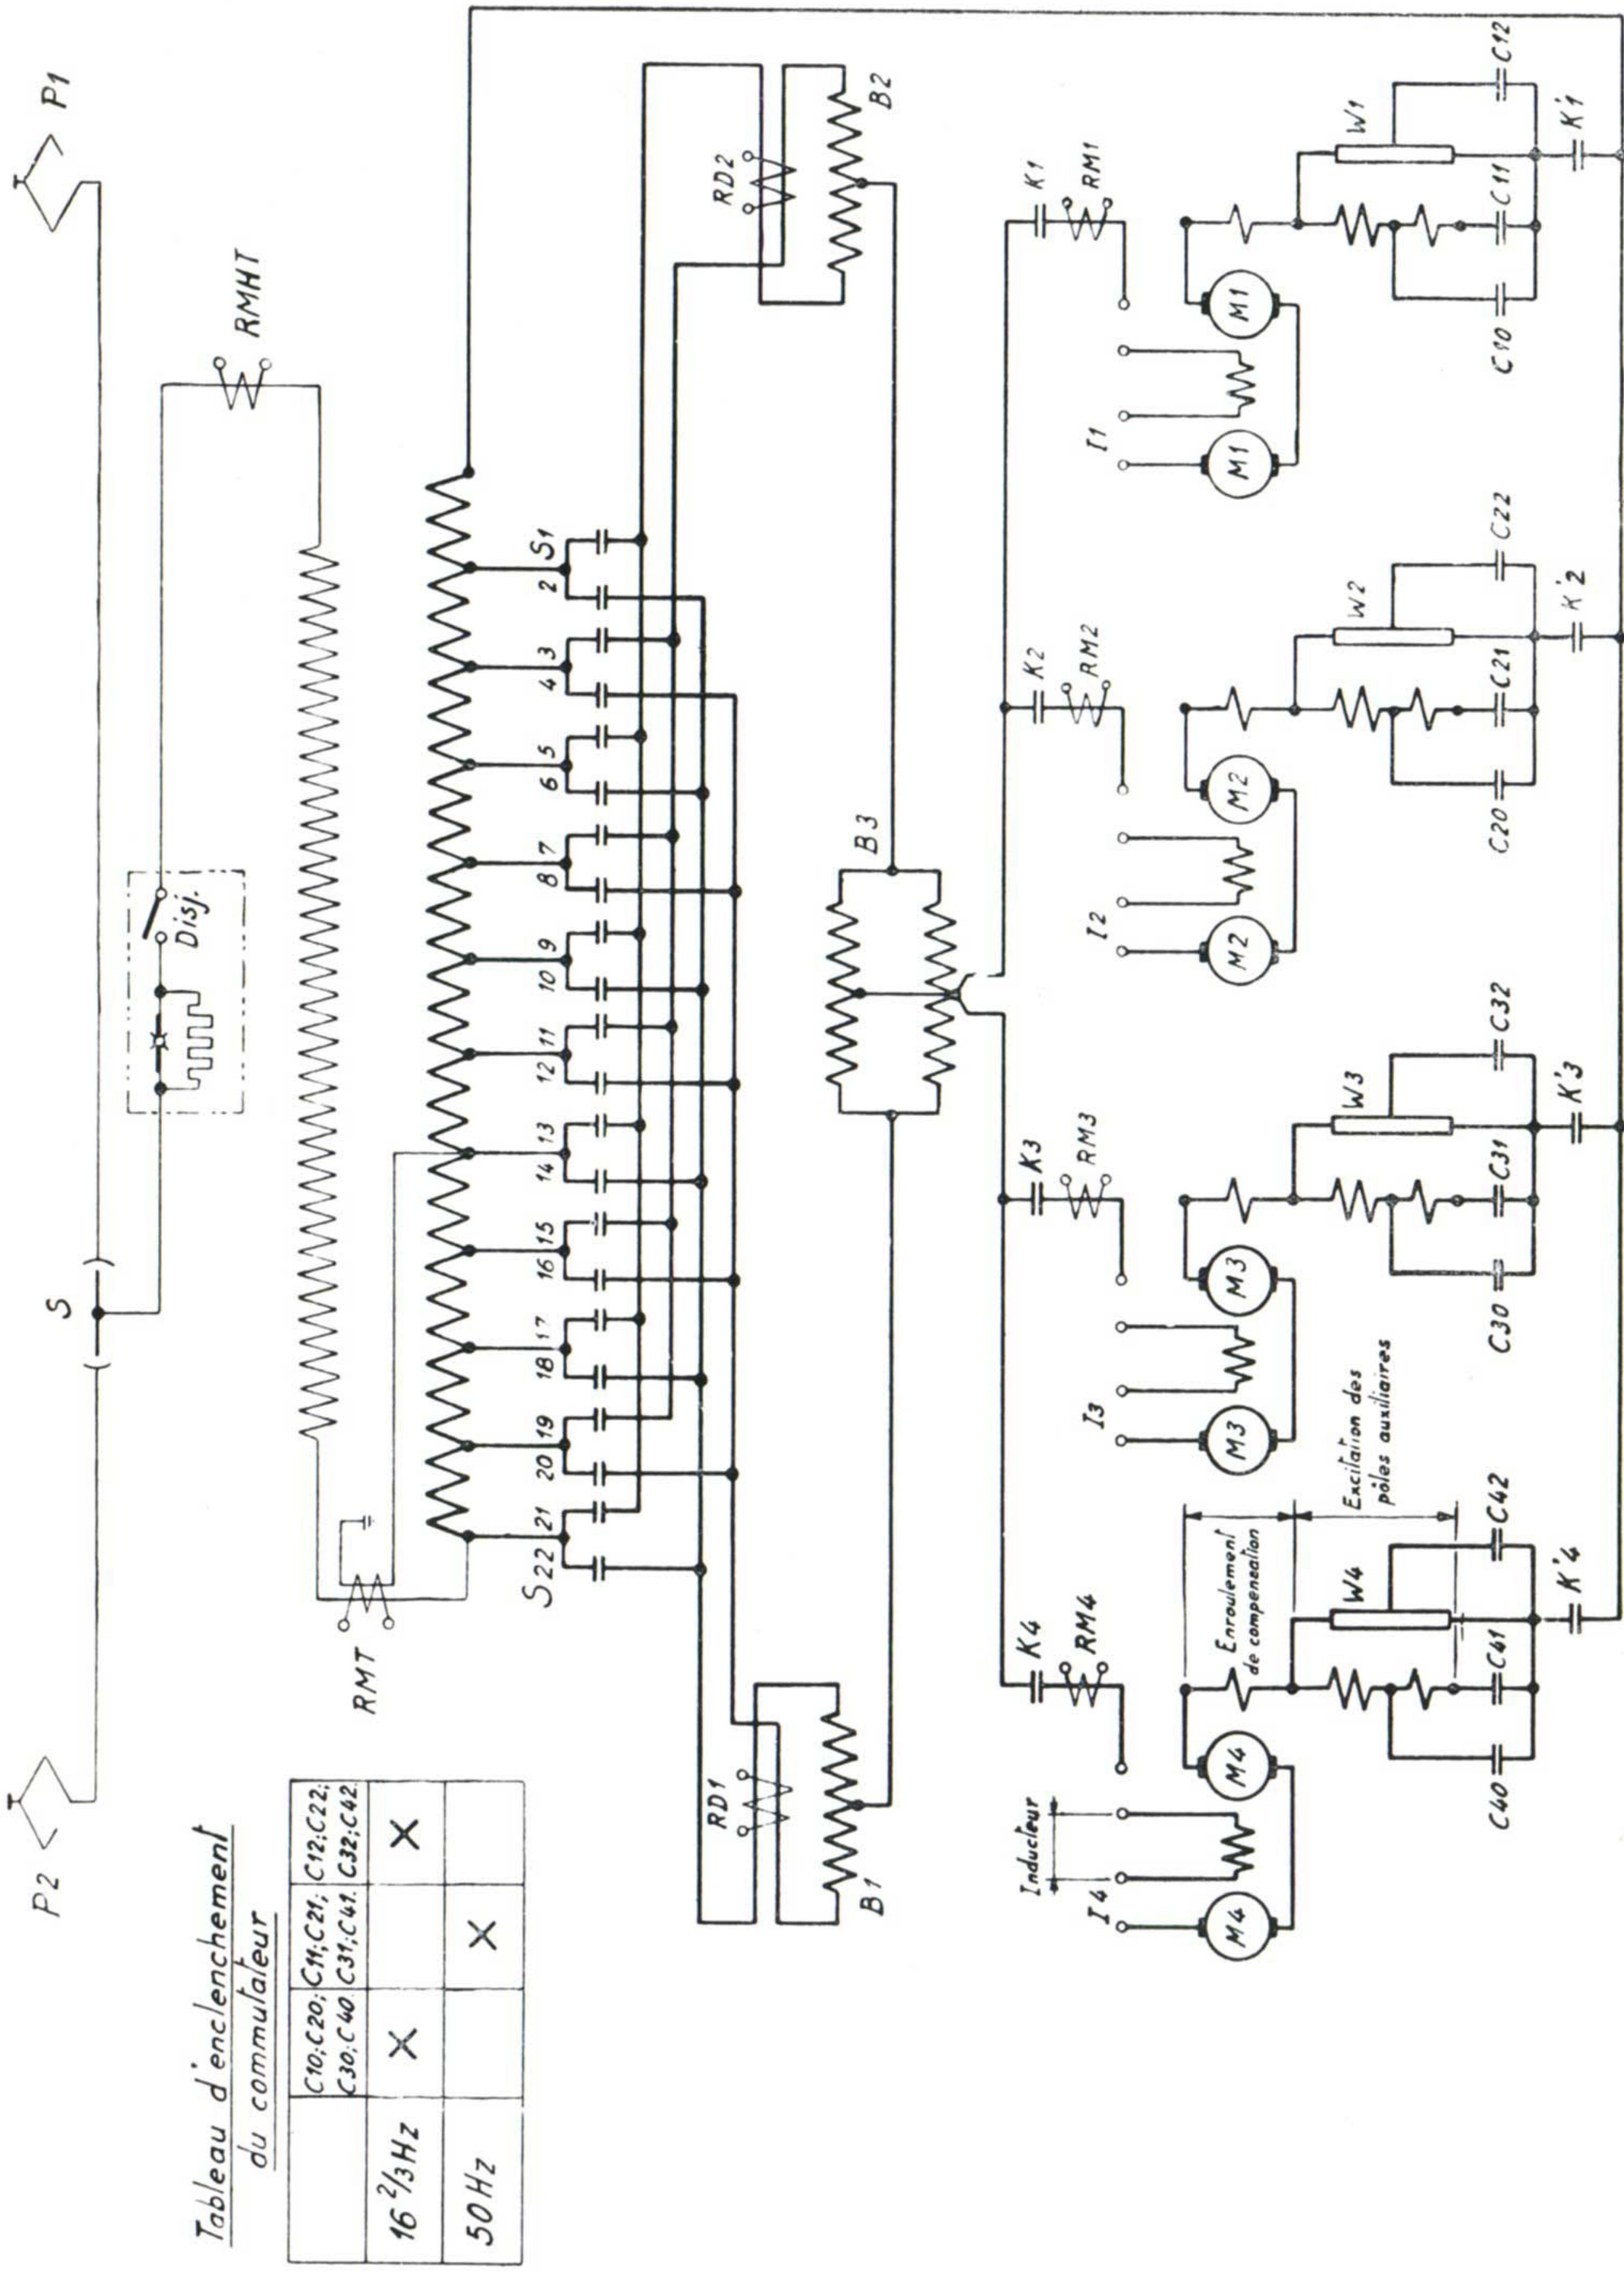
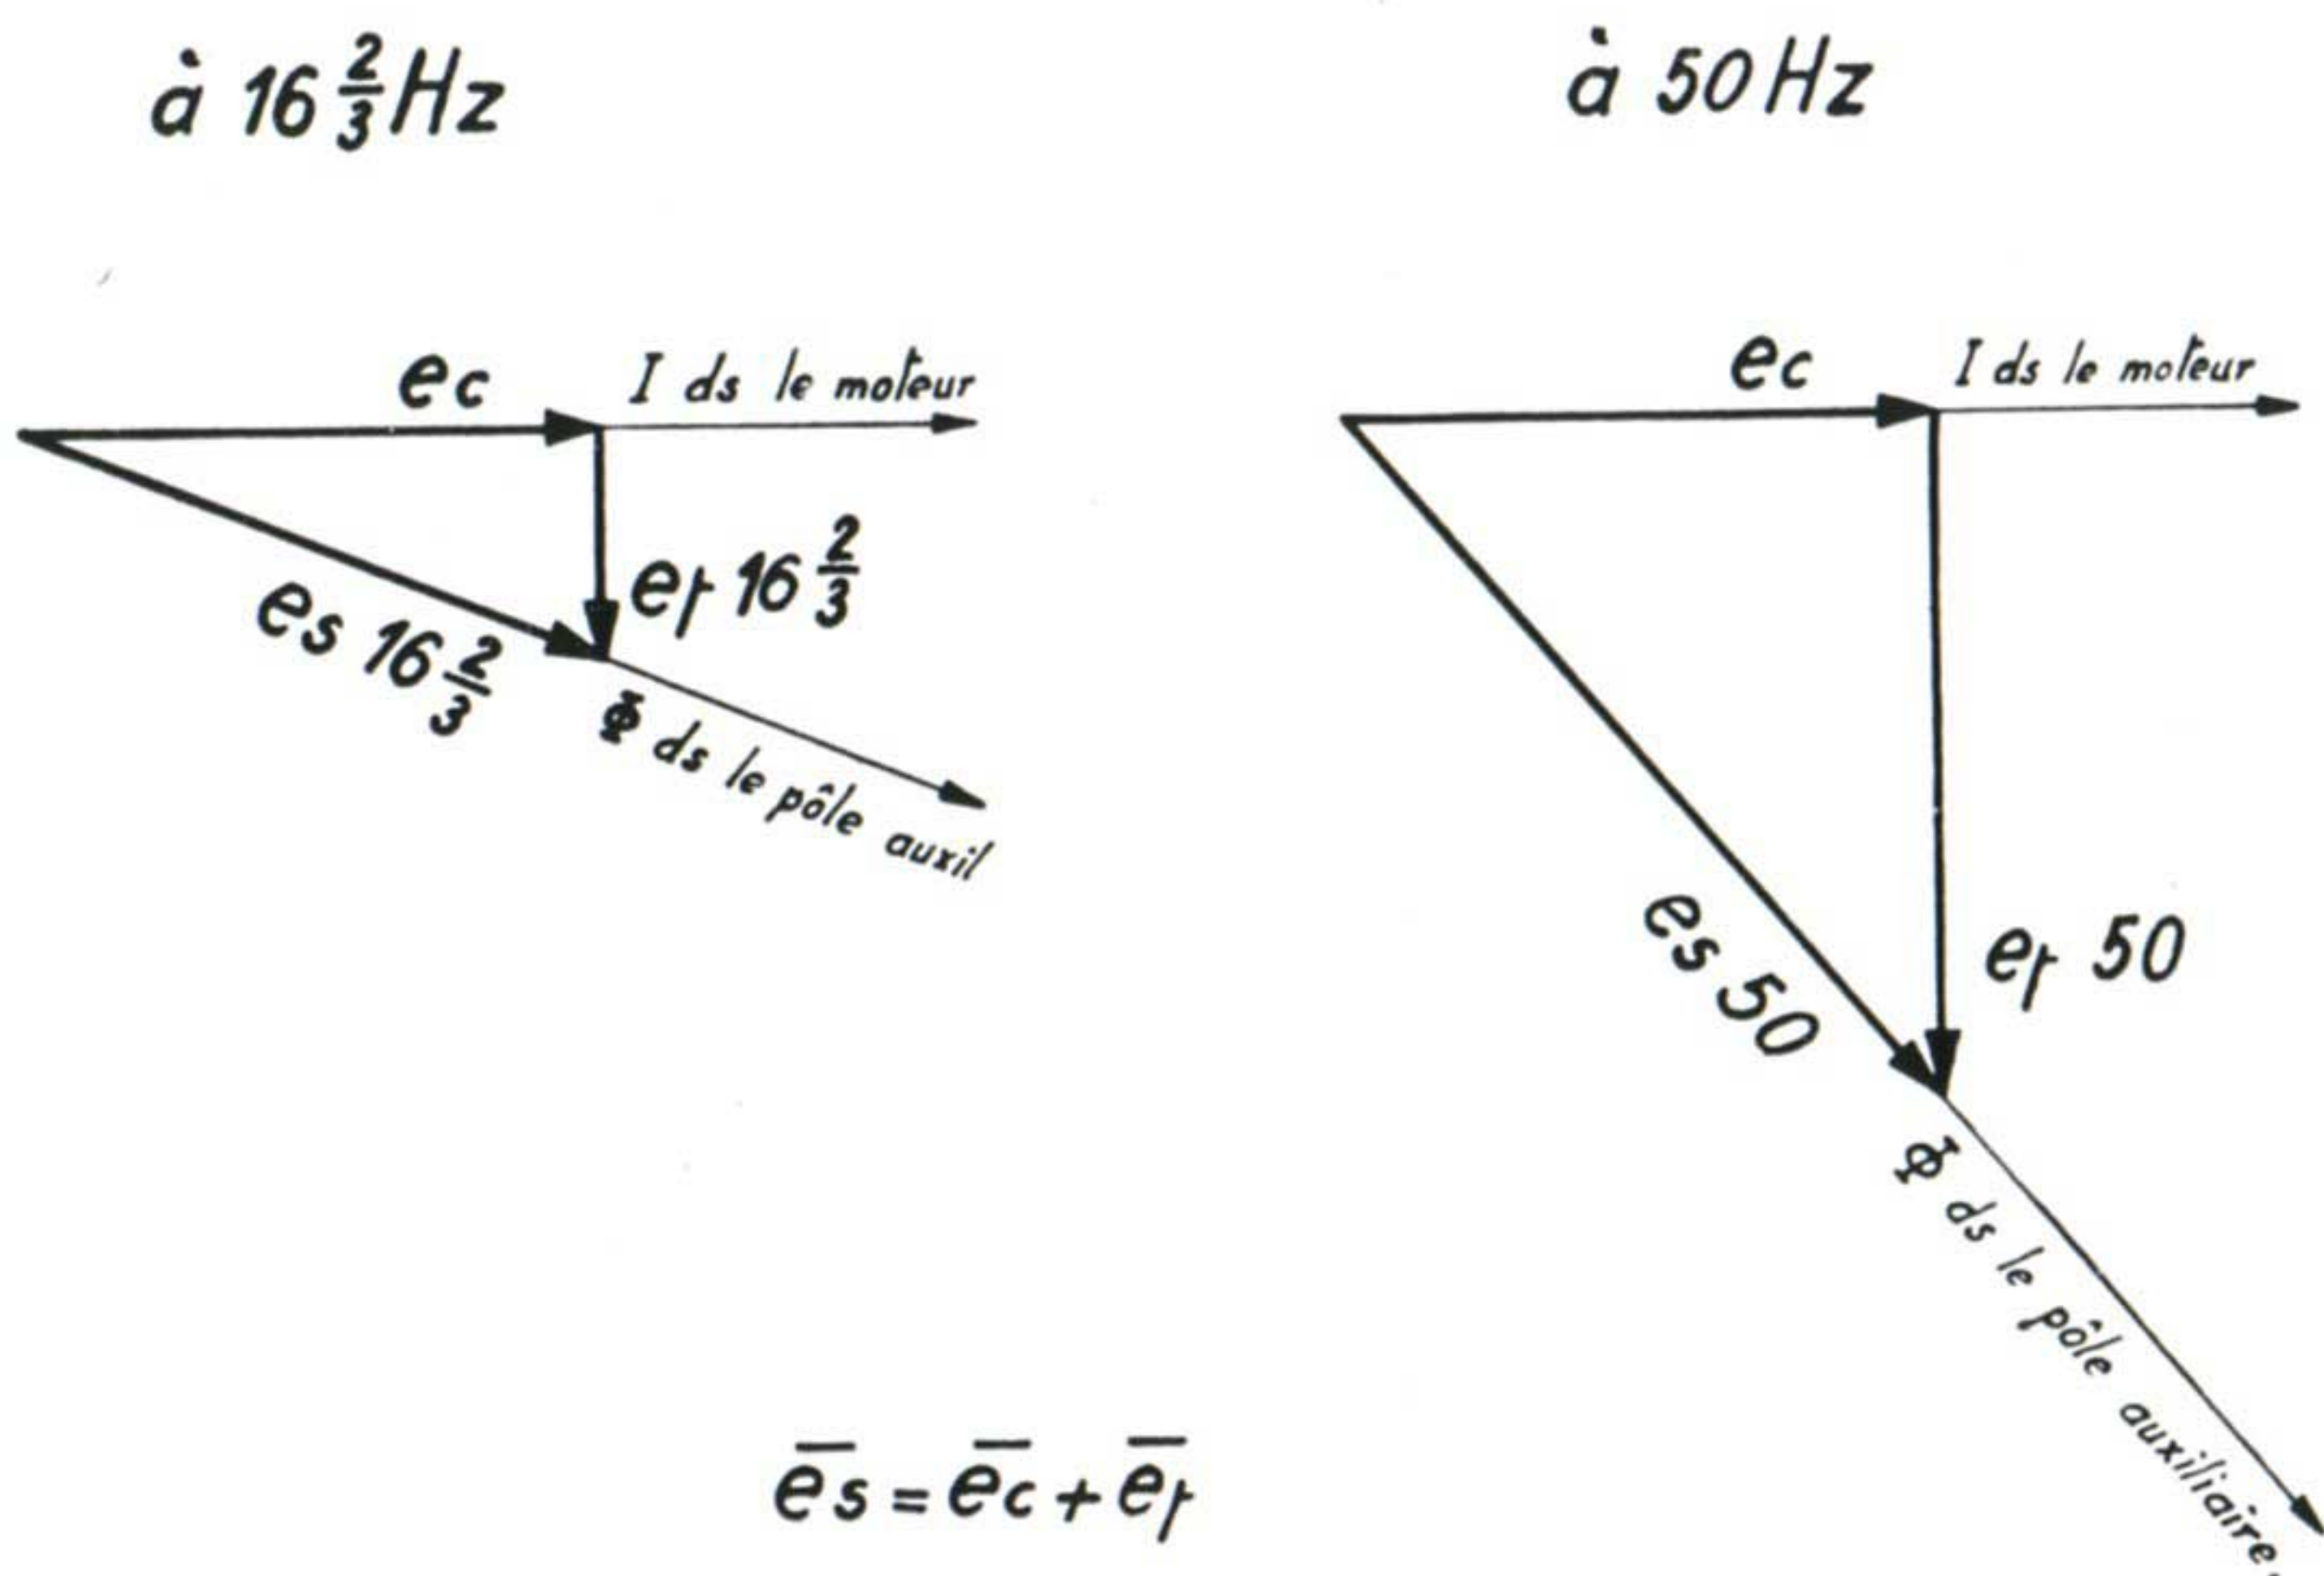

Figure 5. — Schéma des circuits de puissance de la locomotive autrichienne bifréquence E 1051 — Voir légende page suivante. (Cliché A.I.M.)
Figure 6. — Diagramme des tensions de commutation d'un moteur série monophasé aux fréquences $16 \frac{2}{3}$ Hz et 50 Hz. (Cliché A.I.M.)
c'est-à-dire par un réglage basse tension (fig. 5).
s'opposant à la *tension de transformation* résultant de la pulsation du flux du pôle principal (fig. 6). La somme de ces deux tensions n'étant pas en phase avec le courant du moteur, le flux du pôle de commutation et, par conséquent, son courant d'excitation, doit être déphasé par rapport au courant absorbé en shuntant l'enroulement du pôle auxiliaire par une résistance. La tension de transformation varie avec le courant et la fréquence tandis que la tension de commutation est uniquement fonction du courant et de la vitesse. Il s'ensuit qu'à 50 Hz, non seulement le flux de commutation doit être renforcé en augmentant le nombre de ses spires d'excitation mais de plus son déphasage, par rapport au courant, doit être amplifié en modifiant la résistance de shuntage du pôle auxiliaire (4). En changeant de réseau, les relais de fréquence de la locomotive commandent un commutateur modifiant automatiquement le nombre de spires des pôles auxiliaires et sa résistance de shuntage (fig. 5).